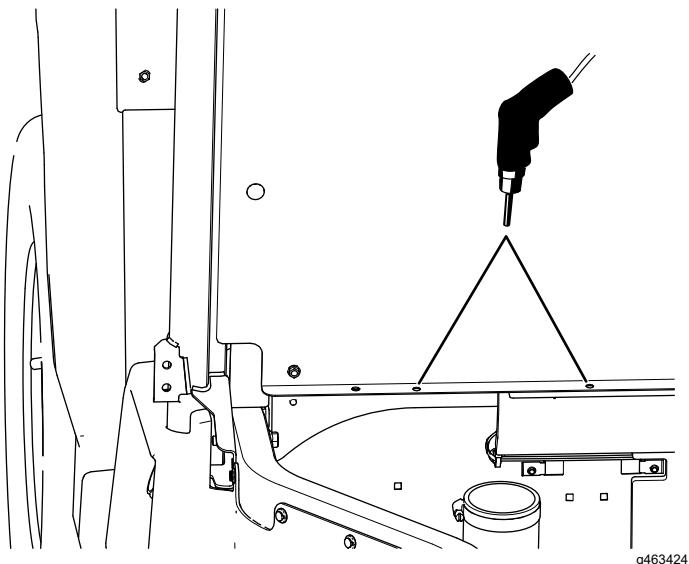

Figure 26
D. Ôtez le capot d'admission de CVT et percez les 2 trous (11/32") dans le panneau de siège (Figure 26).